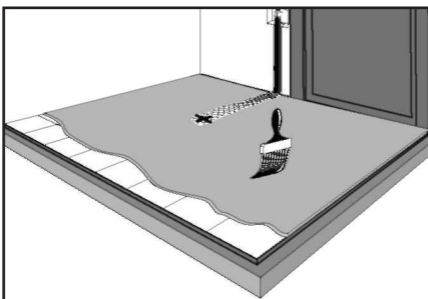

Рис. 2
8) Подготовленную поверхность рекомендуем покрыть грунтовкой глубокого проникновения. Сильно впитывающие поверхности грунтуются два раза. Дайте поверхности высохнуть (рис. 2).